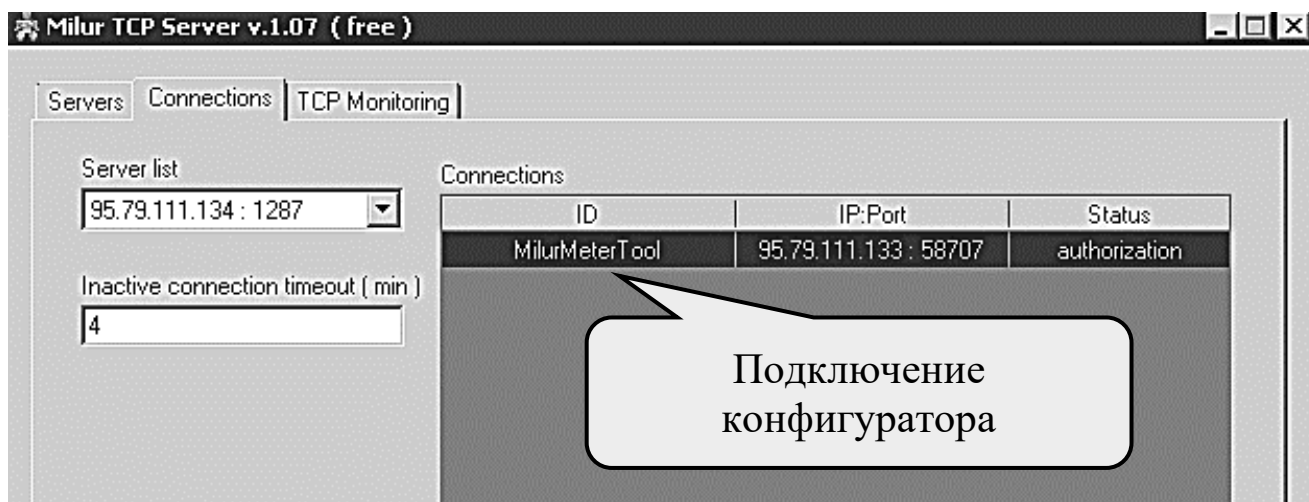
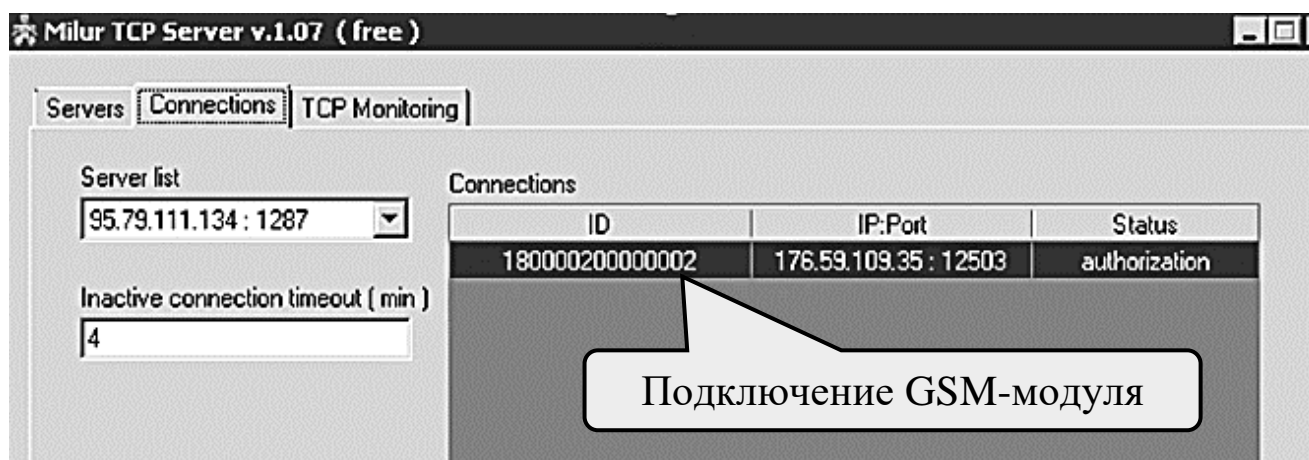

Рисунок 23 – Отображение Конфигуратора счетчиков Милур, подключенного к тестовому TCP-серверу, в Milur TCP Server
Рисунок 24 – Отображение подключения GSM-модуля счетчика к порту TCP-сервера в Milur TCP Server
- в приложении «Milur TCP Server» отобразится подключение Конфигуратора счетчиков Милур MilurMeterTool (рисунок 23) и подключение GSM-модема счетчика с его серийным номером (рисунок 24);